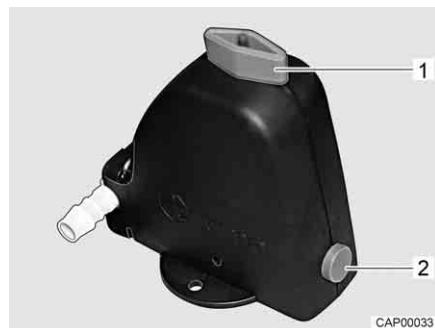

Fig. 153 Valvola di sicurezza/di scarico (Truma)
- Aprire la valvola di sicurezza/di scarico (Truma). A tal fine ruotare la manopola (Fig. 153,1) nel senso della lunghezza della valvola di sicurezza/di scarico. Il bottone automatico (Fig. 153,2) scatta all'infuori.